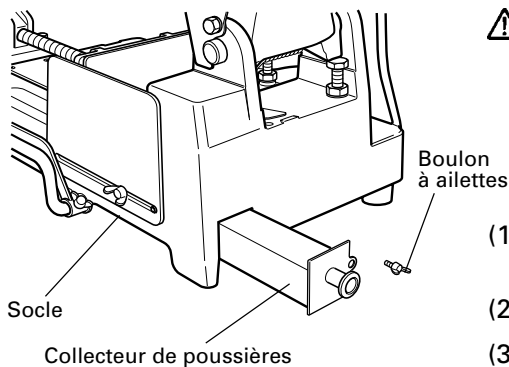

Fig. 17
8. Utilisation du collecteur de poussières (Fig. 17)